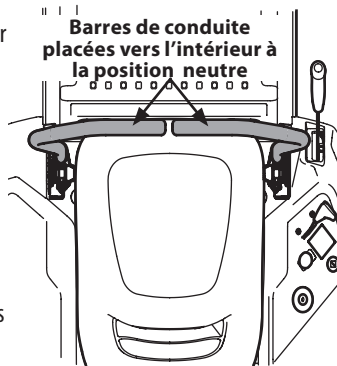

Figure 26
2. Tirez les barres de conduite vers l'intérieur à la position neutre. Le frein de stationnement sera désengagé. Voir Figure 26.